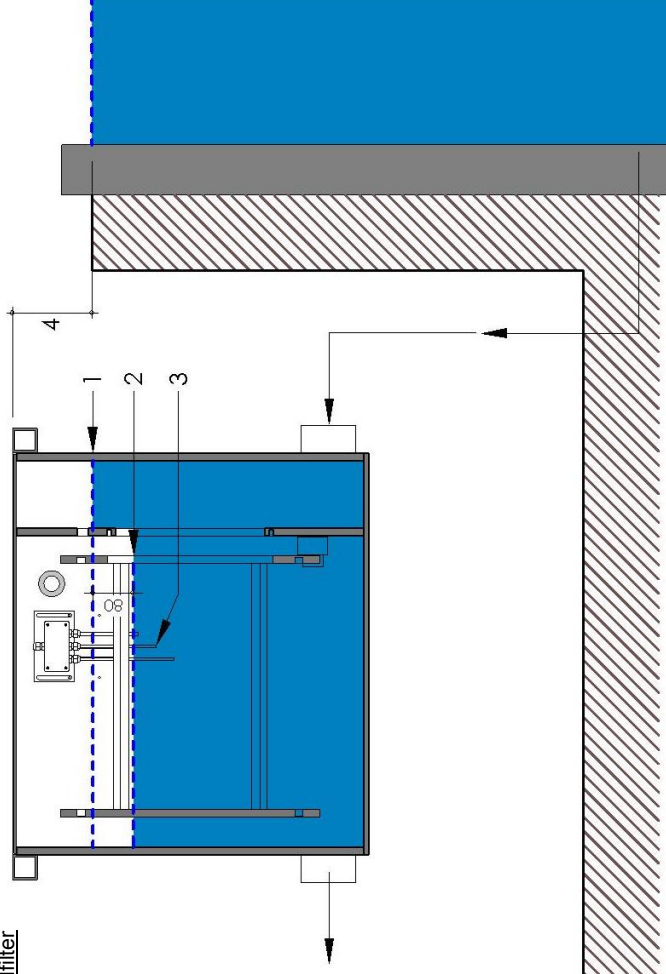

Abb. 2.1
- Der Filter muss das Maß der Einbauhöhe (abb. 2.1) oberhalb des Wasserniveaus aufgestellt werden. (Abstand max. Wasserniveau bis Oberkante Filter).